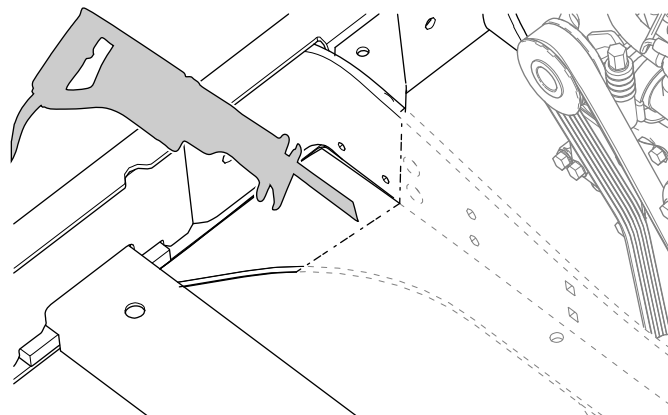

Figure 10
3. Avec une scie alternative, coupez directement le métal le long des marques (Figure 10). Au besoin, utilisez une ponceuse pour assurer que la découpe affleure le bord.